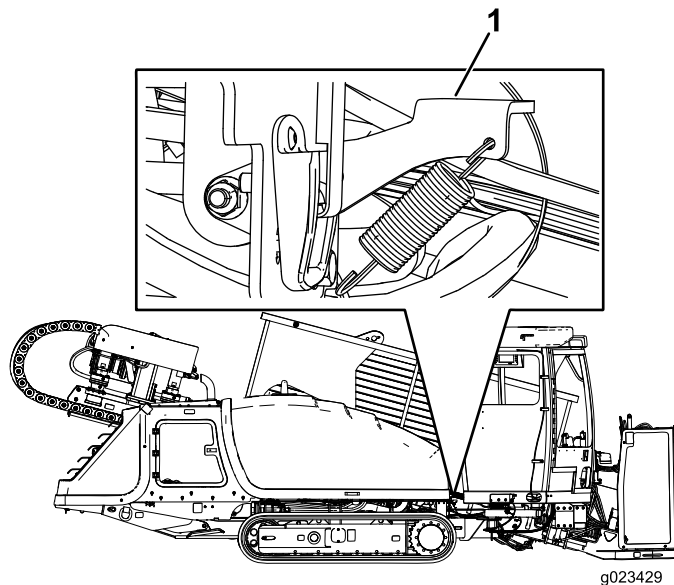
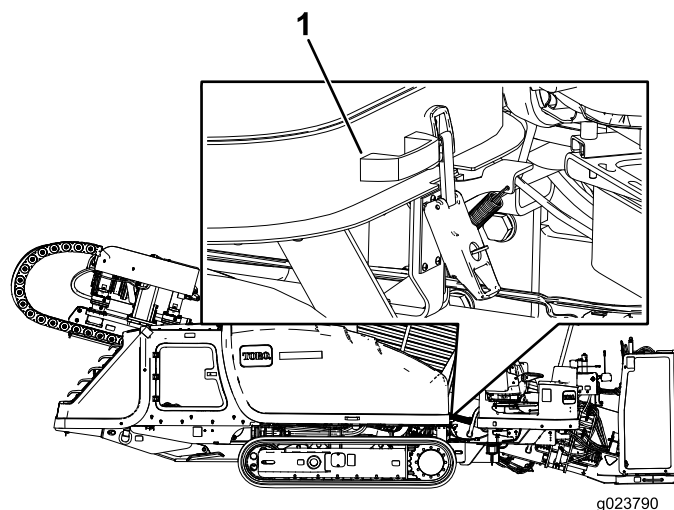

Рисунок 99
Рисунок 100
3. Потяните вверх за защелку капота, как показано на Рисунок 99.
4. Держите защелку капота (Рисунок 99) поднятой вверх и поднимите вверх ручку, как показано на Рисунок 100.